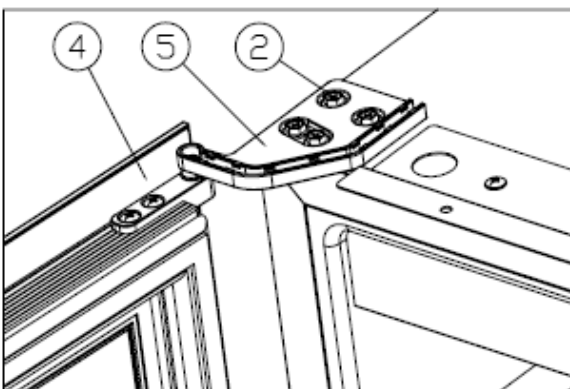

Figure 6
Draai de deur (4) 180 graden en plaats het rechteronderste scharnier (5), schroef de M5*16-schroeven (2) erin. [Figure 6]